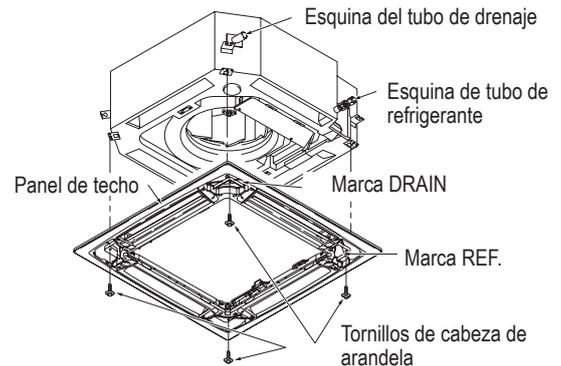

Fig. 1-17
- 3) Apretar los tornillos de cabeza de arandela suministrados en las 4 ubicaciones en el panel, de forma que éste quede firmemente asegurado a la unidad. (Fig. 1-17)